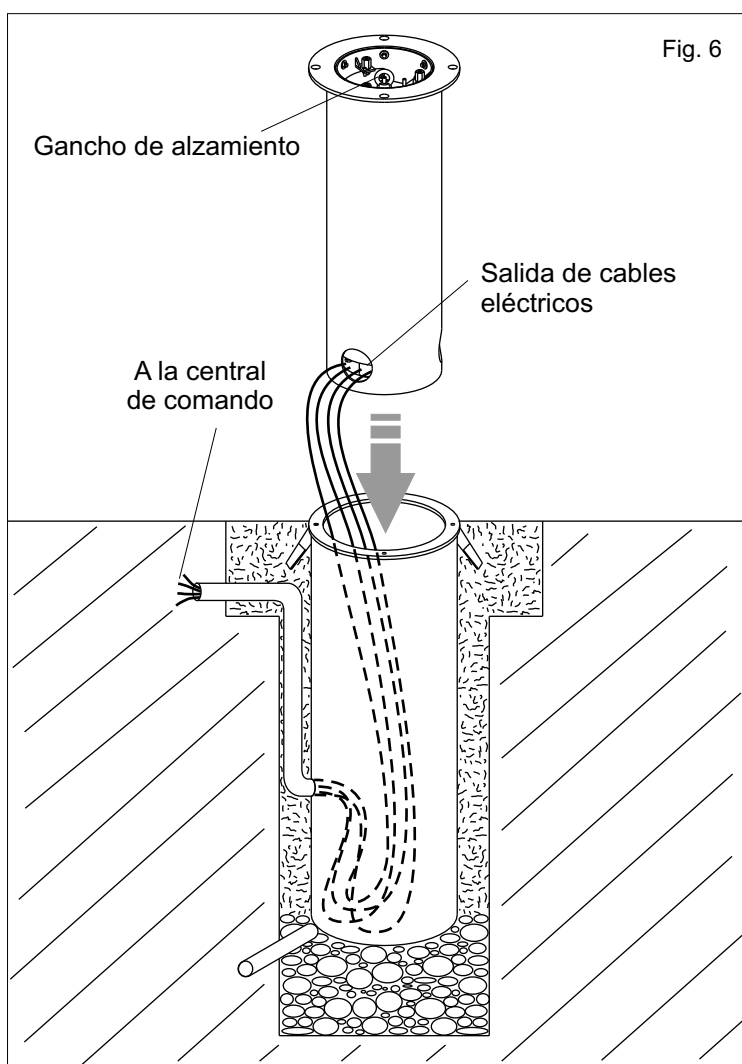

Fig. 6
2.2. Utilizando el gancho de alzamiento, insertar el disuasor en el alojamiento (Fig. 6).